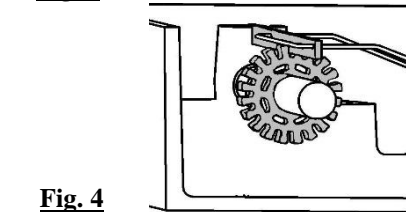

Fig. 4
2. Sluit de strip (zie fig. 4). De wandelmoeren zijn gekoppeld.
Close guide lever (see fig. 4). The cam wheels are connected to the guide lever.
Schließe die Führungs-Leiste. (siehe Bild 4) Die Schalträder sind eingekuppelt.
Fermer la plaque. (fig. 4). Les roues sont enclenché.